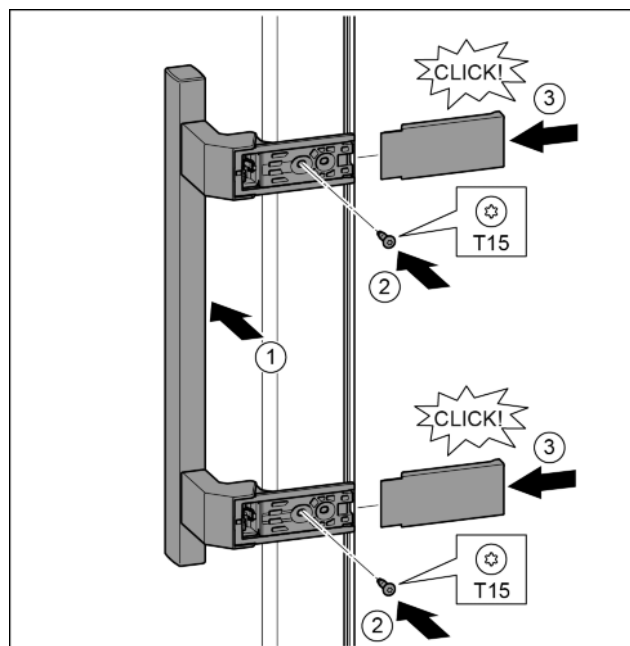

Fig. 22
- ▶ Poser la poignée sur le côté opposé. Fig. 22 (1)
- ▶ Serrer les vis avec un tournevis T15. Fig. 22 (2)
- ▶ Mettre en place les caches latéralement et les enfiler. Fig. 22 (3)